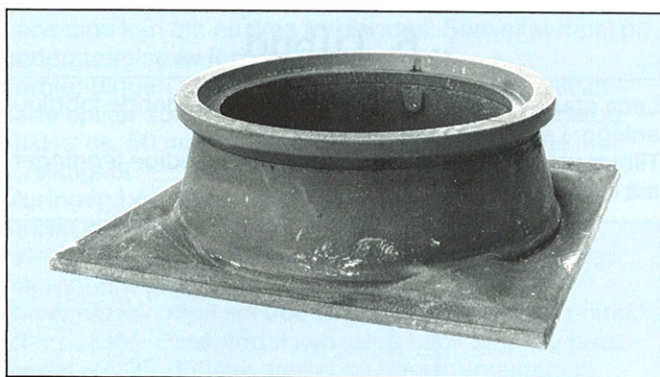

Fig. 19. Bæreplate av støpegods.
A. Dersom pipa allerede er frosset i stykker, må den delen som er ødelagt rives og ny må mures opp. Dette kan enkelt og effektivt utføres med en bæreplate av støpegods (se fig. 19) og Leca pipe.